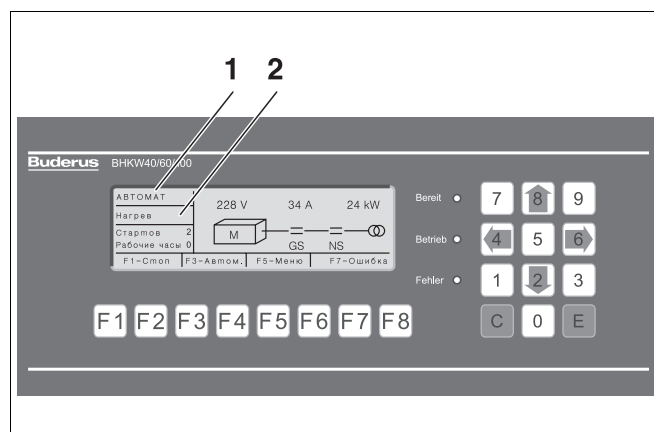

Рис. 2 Основное изображение для контроля автоматического режима работы
- Показание режима работы на дисплее: «АВТОМАТ.» (рис. 2, поз. 1).
- горит зеленый светодиод "Bereit" (готов), то это значит отсутствие внешнего запроса (индикация «ВЫКЛ.») и модуль (двигатель) не работает (рис. 2, поз. 2).
- Индикация рабочего режима (рис. 2, поз. 1) меняется с «ВЫКЛ.» или «РУЧНОЙ» на «АВТОМ.».